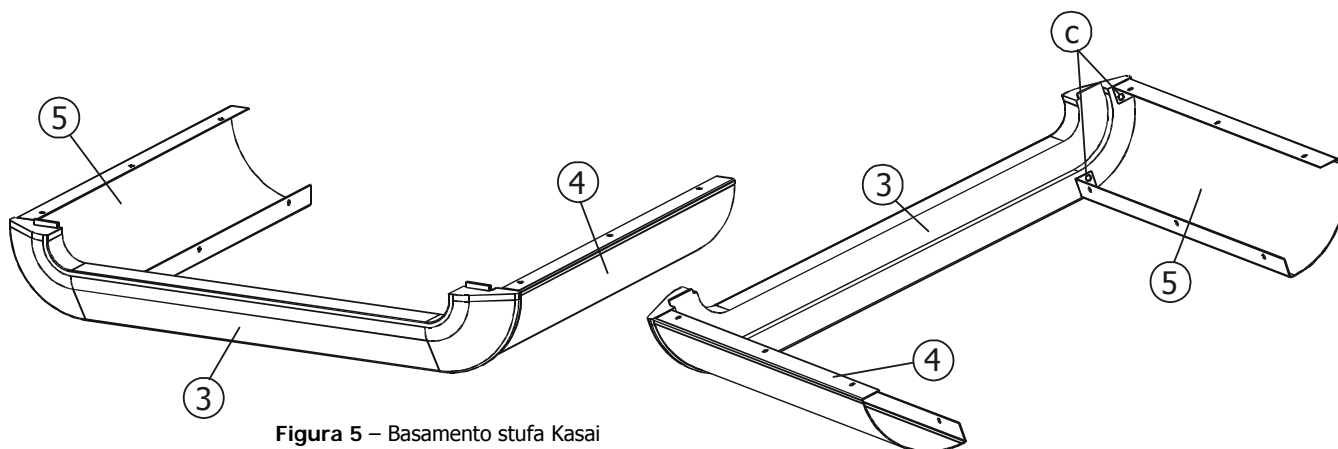

Figura 5 – Basamento stufa Kasai
1. Prendere dall'imballo il pezzo centrale "3" e un pezzo laterale ("4" o "5") ed avvitarlo tramite le due viti trilobate "c" al pezzo "3" fino ad ottenere il pezzo come in figura 5. Ripetere l'operazione per l'altro pezzo laterale.